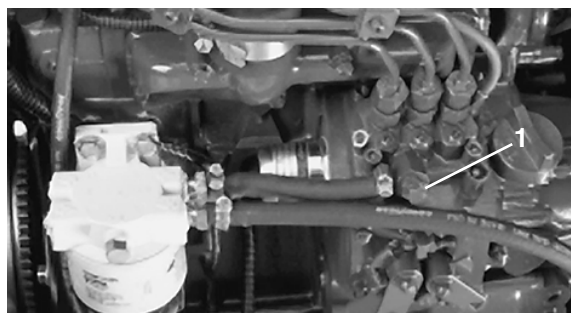

Bild 16
3. Öffnen Sie die Entlüftungsschraube an der Kraftstoffeinspritzpumpe (Bild 16).